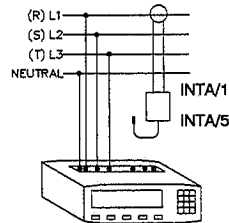

Abb. 3.6.2
- 2) Kurzschluß am Stromwandler beseitigen (Abb. 3.6.2).